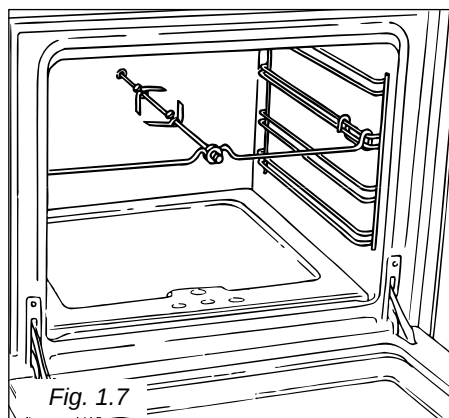

Fig. 1.7
UTILISATION DU TOURNEBROCHE (fig. 1.7)
- Introduire la tige dans le trou du moteur et appuyer sur le support le collier de la broche (fig. 1.7); enfin enlever la poignée en tournant vers la gauche.